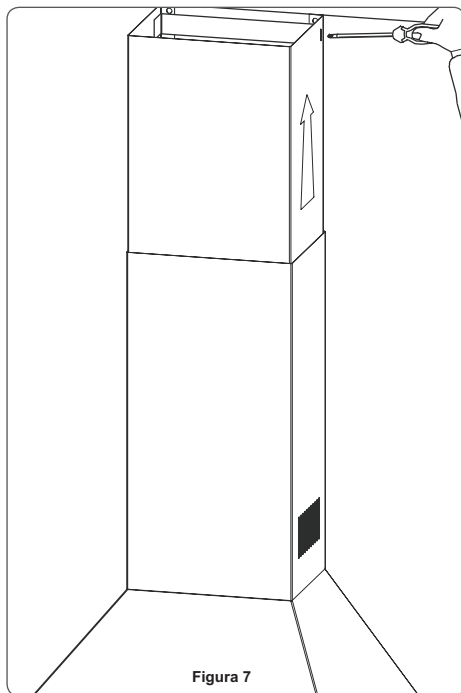

Figura 7
- 9 Encaixe a chaminé superior na chaminé inferior e fixe-a no suporte com os parafusos (figura 7).